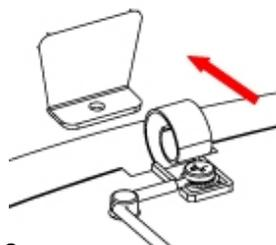

Рисунок 2.
- Осторожно снимите корпус, так как он соединен с основанием с помощью защелки, которая соединяет оба элемента (корпус и основание) сзади (Рисунок 2).